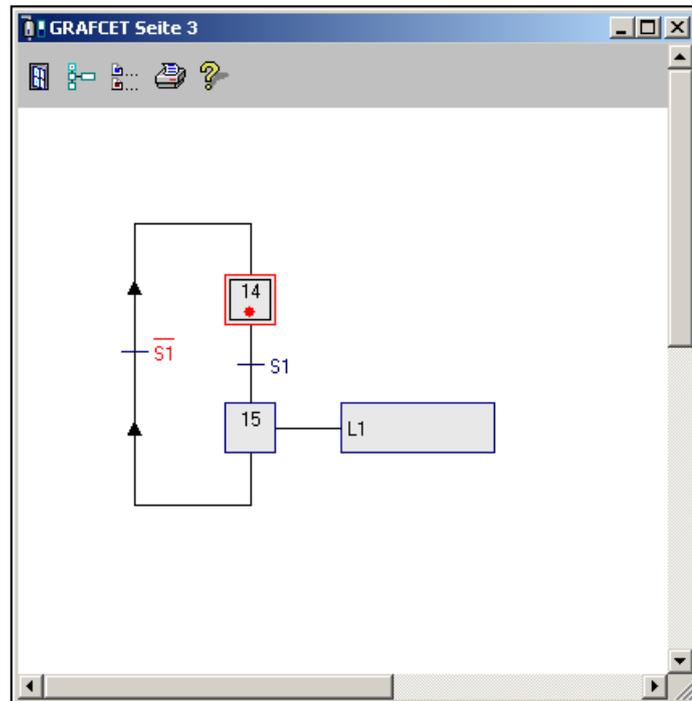

Abb.5 Aktivierter GRAF CET-Plan in der GRAF CET-Ansicht
Der Plan aus Abbildung 5 steht im rot markierten Initialisierungsschritt (14) und wartet bei der folgenden Transitionsbedingung darauf, dass das Signal  $S1$  auf 1 (High) geht.